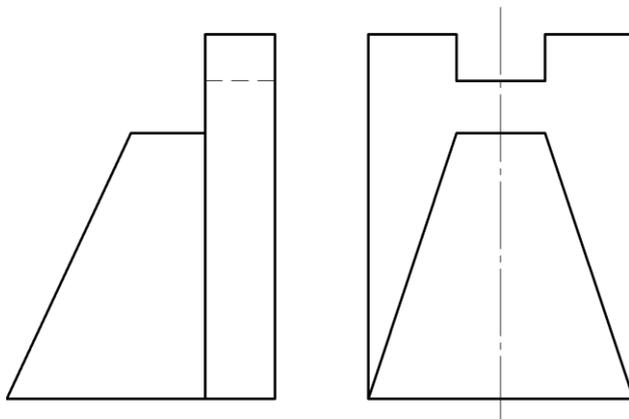

Рисунок 36
- Перечертить, соблюдая пропорции по своим размерам (рисунок 36).